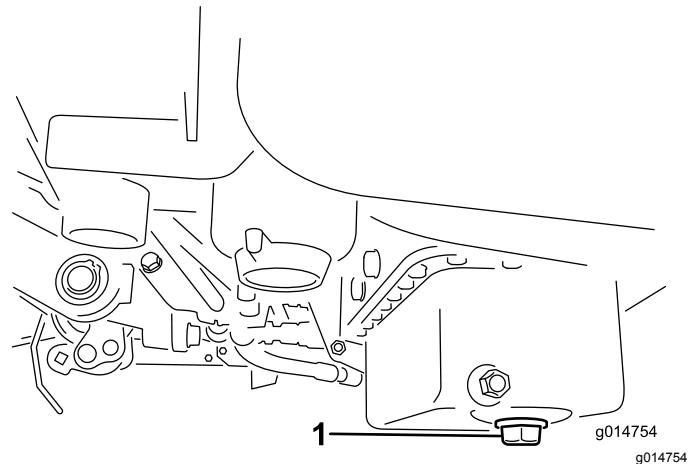

Figura 28
1. Retire o tampão de escoamento e deixe o óleo escorrer para um recipiente adequado. Quando o óleo parar, volte a montar o tampão de escoamento (Figura 28).